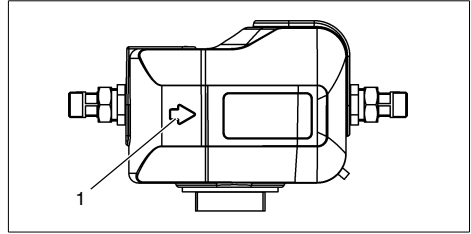

Abb. 1: 1 = Fließrichtungspfeil
- Fließrichtung (siehe Abb. 1)
Das intelligente Füllsystem muss in Fließrichtung installiert werden. Die Fließrichtung ist durch Pfeile an den Isolierschalen gekennzeichnet (siehe Abb. 1). Bei Nichtbeachtung ist das intelligente Füllsystem nicht funktionsfähig.